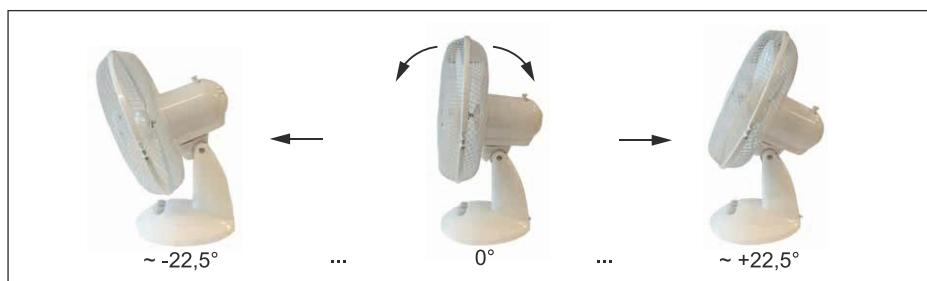

Fig.43: Regolare l'angolo di inclinazione
4. Inclinare il ventilatore nella posizione dalla quale si desidera provenire la ventilazione. Si veda fig. 43.